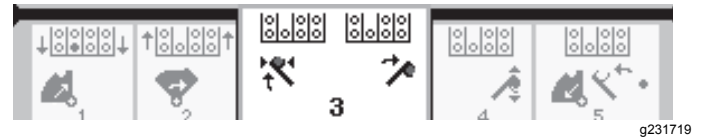

Figure 39
6. Relâchez le bouton/l'interrupteur à bascule pour passer à l'étape suivante dans la séquence (Figure 39).